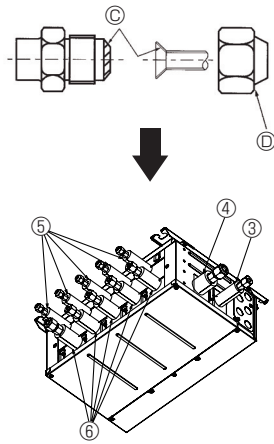

Fig. 7-2
- ⓐ Appliquer de l'huile réfrigérante sur toute la surface évasée (Fig. 7-2).